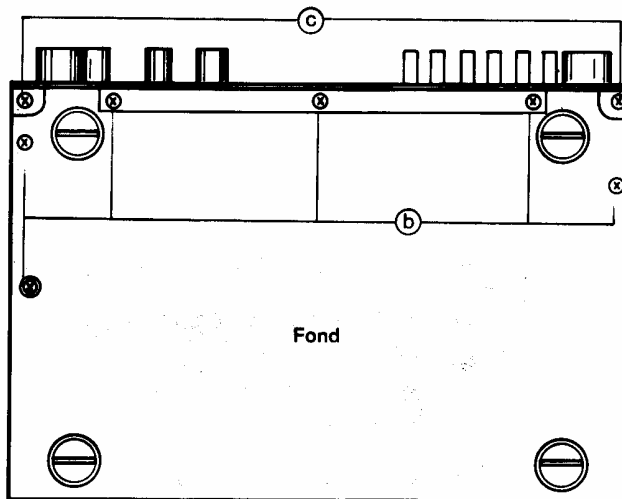

Fig. 2
- Défaire les vis repérées par la lettre (b) sur les Fig. 2 et 3.
- Défaire les vis (c) (Fig. 2 et 3).